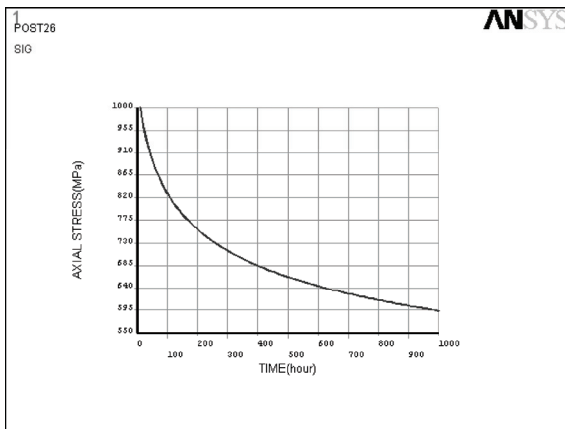

图 5-112 螺栓轴向应力和时间的变化关系曲线
7) 选择 Main Menu | TimeHist Postpro | Graph Variables 命令, 出现 Graph Time-History Variables 对话框, 在 NVAR1 1st variable to graph 输入栏中输入 2, 单击 OK 按钮, ANSYS 显示窗口将显示螺栓轴向应力和时间的变化关系曲线, 如图 5-112 所示。